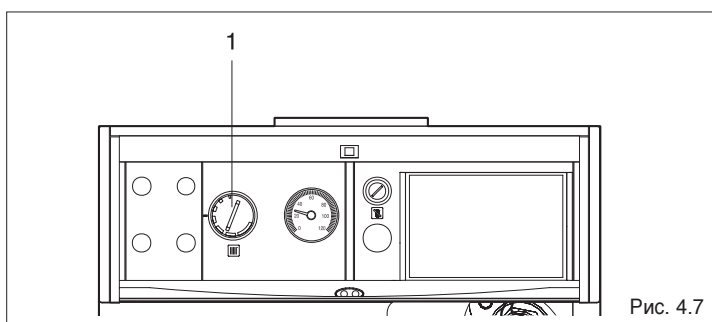

Рис. 4.7
- При изменении настроек регулирующего термостата котла (1) (Рис. 4.7).